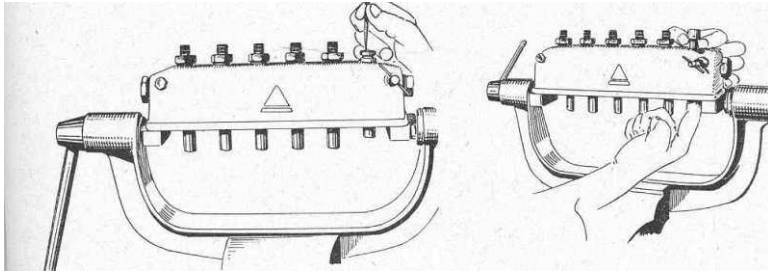

Bild 10 Das Saugventil wird mit einem Gewindestift herausgezogen (links) und die Kolbenführung mit einem Finger herausgeschoben (rechts)
4. Saugventil mit dem Werkzeug (PD 10 – Matra) herausnehmen (Bild 10)